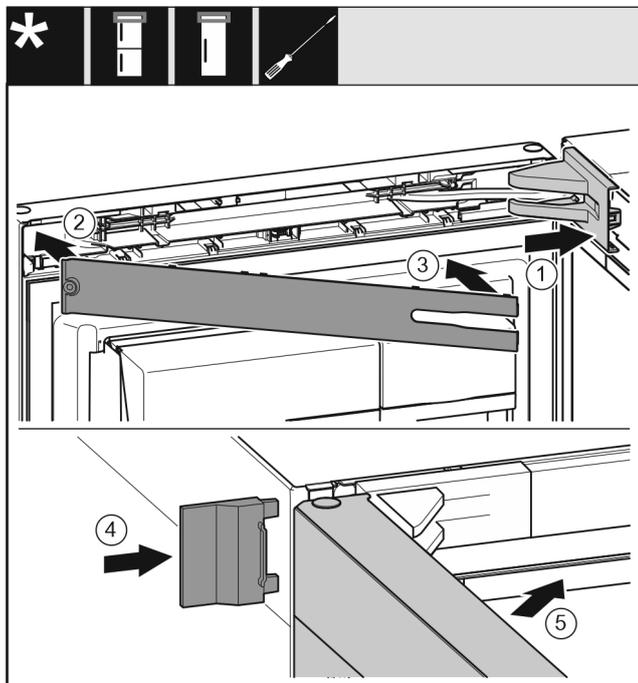

Fig. 51
- ▶ Coloque y encaje la cubierta del soporte de cojinete; dado el caso, separe con cuidado. Fig. 51 (1)
- ▶ Coloque el panel. Fig. 51 (2)
- ▶ Gire hacia dentro y encaje el panel. Fig. 51 (3)
- ▶ Desplace la cubierta exterior. Fig. 51 (4)
- ▶ Cierre la puerta superior. Fig. 51 (5)